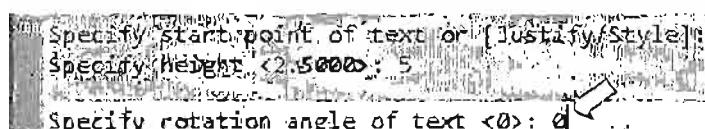

Рис. 2.23. Диалог в командной строке при выполнении команды **Text**
1. Щелкните на кнопке **Single Line Text** (Однострочный текст). В командной строке появится запрос на ввод начальной точки или опции (рис. 2.23)